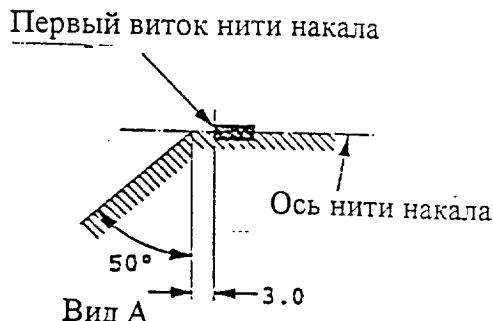

Рис. 4 - Зона без металлических частей 6/
- 6/ Конструкция внутренней части лампы должна быть такой, чтобы паразитные зеркальные изображения и световые отражения находились только над самой нитью накала, видимой в горизонтальном направлении (вид в направлении А, как показано на рис. 1 в спецификации Н9/1). В затемненной зоне, показанной на рис. 4, не должно быть никаких металлических частей, за исключением витков нити накала.